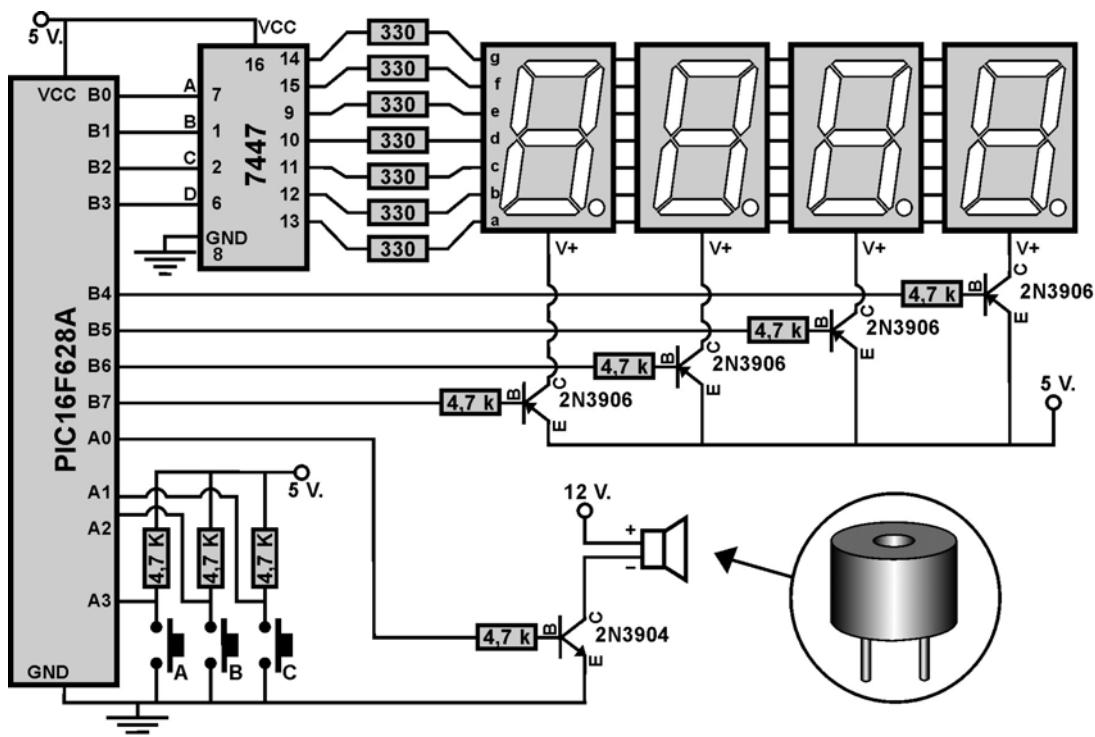

Figura 5.4.5.1. Esquema de conexionado del contador de 4 dígitos, adicionalmente se muestra la forma de la chicharra activa a 12V de referencia **GS1212**.
- 1 chicharra de 12 V. como el de la figura 5.4.5.1.